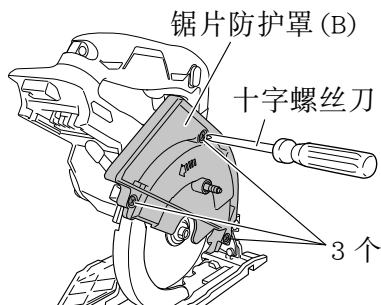
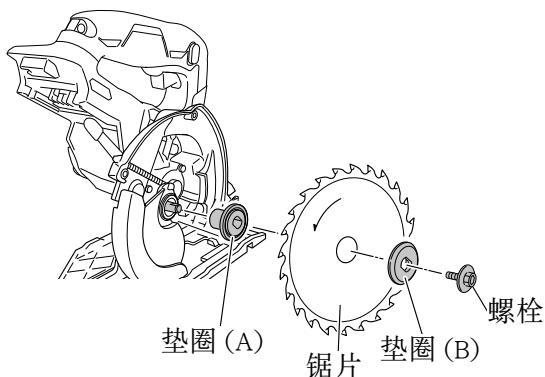

图 46
图 47
- (2) 使用十字螺丝刀拧松三颗螺丝，并卸除锯片防护罩 (B)。(图 46)
- (3) 按说明书 18 页“拆下锯片”所述卸除锯片。
- (4) 清除锯片防护罩内部、转轴、垫圈及其他区域的碎屑。(图 47)
- (5) 按照相反操作步骤重新组装，请注意垫圈、锯片及其他部件的安装方向。(图 47)